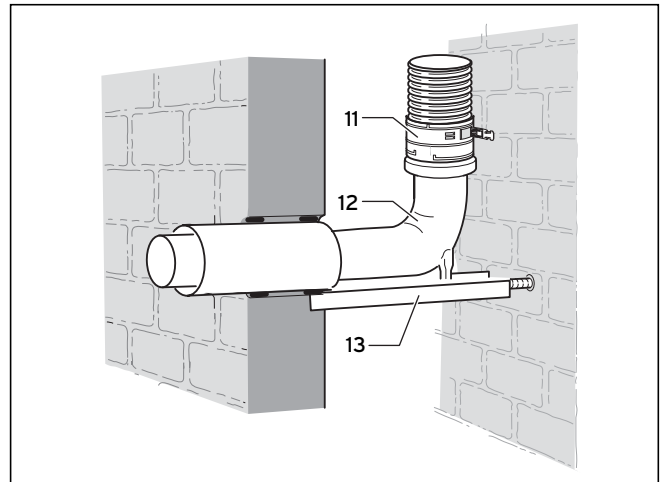

Рис. 5.53 Концентрическое подсоединение к гибкому выпускному газопроводу
- Монтируйте концентрический шахтный патрубок, как описано на рис. 5.53.